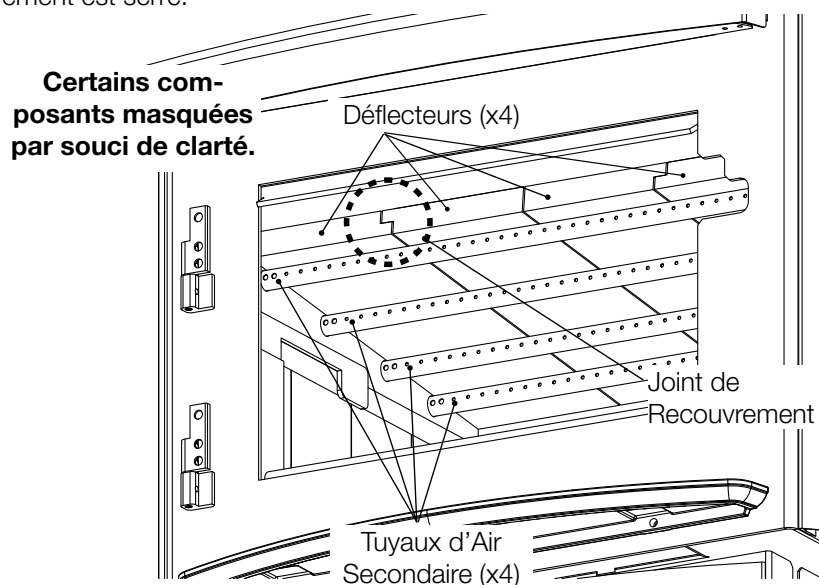

Fig. 4-6
- Faites pivoter soigneusement quatre déflecteurs en fibre «E» vers le haut sur les tubes d'air secondaire comme illustré (**Fig. 4-6**). Assurez-vous que les chicanes sont poussées complètement à l'arrière de la chambre de combustion, en laissant un espace d'au moins 1 pouce le long de l'avant. Cela permettra aux gaz de combustion de s'échapper de la chambre de combustion. Assurez-vous que le joint de recouvrement est serré.